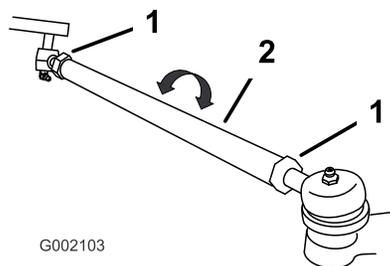

Figura 55
7. Se la misura non rientra nel campo specificato di 0–6 mm, allentate i controdadi da ambo i lati dei tiranti (Figura 55).